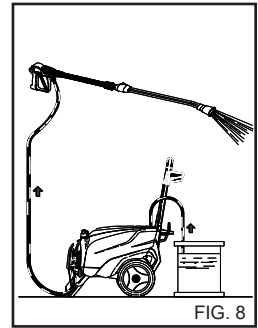

FIG. 8
Dopo l'uso di un detergente il circuito di aspirazione deve essere risciacquato con acqua pulita, (fig. 8).
- 1) Dopo l'uso con detergente, risciacquare il circuito di aspirazione; infilare il tubo di aspirazione (fig. 8) detergente in una tanica di acqua pulita e far funzionare la pompa per 1 minuto a rubinetto dosaggio completamente aperto e lancia in fase erogazione detergente.
4) Dopo l'uso con detersivo, risciacquare il circuito di aspirazione; infilare il tubo di aspirazione (fig. 8) detersivo in una tanica di acqua pulita e far funzionare la pompa per 1 minuto, e lancia in fase erogazione detersivo.